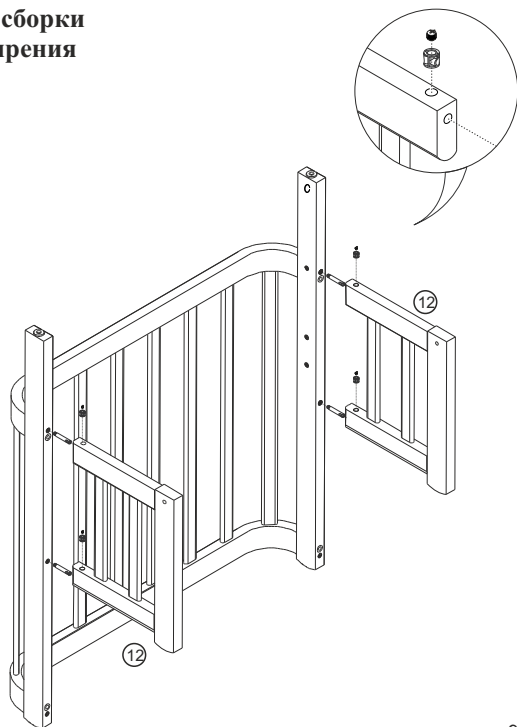

рис.9
8. В стойки расширения (дет. 12) установить стяжку. Согласно схеме (рис. 9) разместить детали. Затянуть соединение.